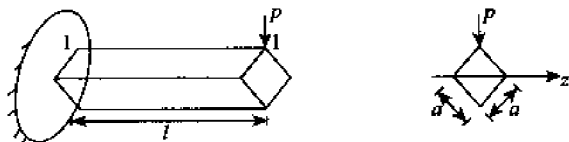

图 5-18
【例 8】正方形截面悬臂梁如图 5-18 所示, 梁跨度为 l , 横截面边长是 a , 弹性模量 E , 自由端受对角方向 p 力的作用。试求: (1) 梁顶 1-1 纵向纤维长度的改变量 Δl ; (2) 梁横截面上的最大正应力 σ_{\max} 。(大连理工大学, 2000 年)